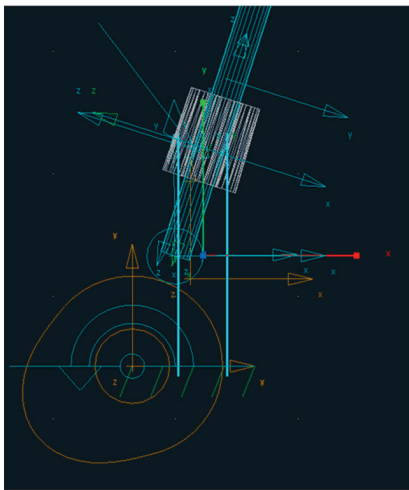

Figura 3.144 – Junta *No lift-off* criada.
- Selecione as duas bordas solicitadas para construção da junta. A primeira corresponde à do cilindro construído na extremidade da haste, ou seja, o seguidor. A segunda é a borda da came. Ao apontar o ponteiro do mouse algumas opções serão exibidas automaticamente. A junta criada está ilustrada na Figura 3.144.